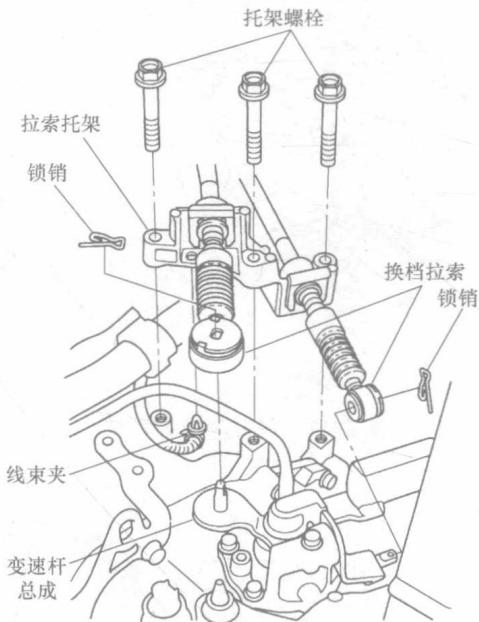

图 2-7 断开换档拉索
- 12) 拆下锁销、换档拉索托架螺栓和线束夹，然后从变速杆总成上断开换档拉索，如图 2-7 所示。小心地将两根拉索和换档拉索托架一起拆下，以避免弯折拉索。